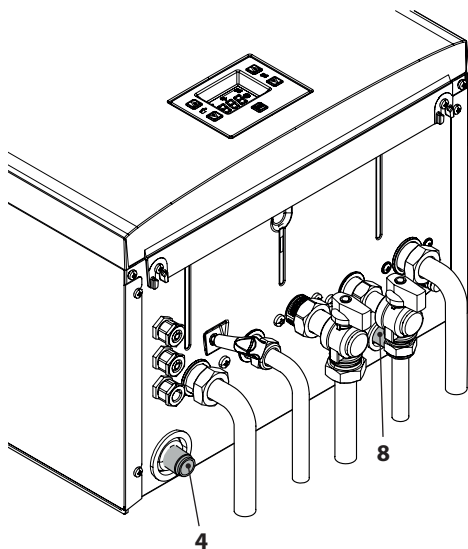

Figura 5.4
- Conecte la descarga de la válvula de seguridad 8 (Figura 5.4) a un embudo de descarga.
- Introduzca el tubo flexible de descarga de condensado 4 (Figura 5.4) en el conducto de desagüe de condensado doméstico o en el embudo de descarga de la válvula de seguridad, siempre que el desagüe sea apto para recibir condensado ácido.